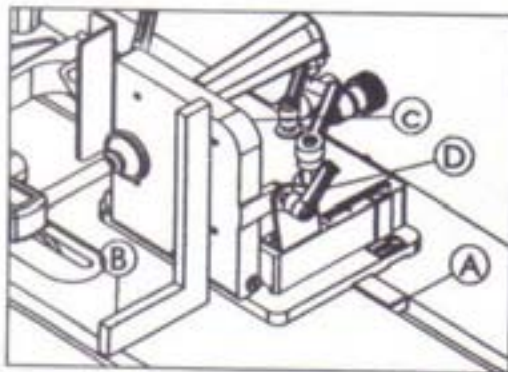

FIGURE 5
1. Placez la barre de guidage du chariot de tenonnage (A), figure 5, dans la fente du guide d'onglet gauche.
2. A l'aide d'une équerre (B), figure 5, vérifiez si le plateau de support vertical (C) est à 90° par rapport à la table. Si un réglage est nécessaire, desserrez la poignée de blocage (D), déplacez le plateau de support de travail vertical (C) jusqu'à ce qu'il soit à 90° par rapport à la table et serrez la poignée de blocage (D). NOTE : La poignée de blocage (D) est à ressort et peut être repositionnée en tirant sur la poignée et en la replaçant sur l'écrou situé sous la poignée.